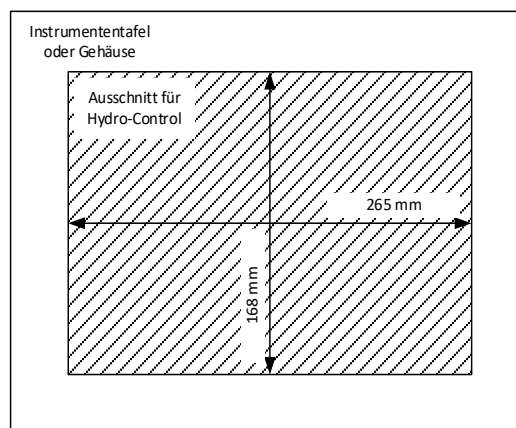

Abbildung 6: Ausschnitt im Bedienfeld für den Hydro-Control
- Schneiden Sie eine Öffnung mit der richtigen Größe in das Bedienfeld. Eine Schablone finden Sie in Abbildung 6.